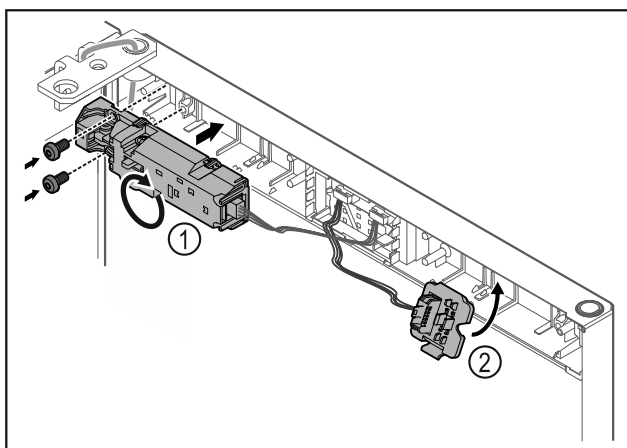

Fig. 21
- ▶ Afstandsslot Fig. 21 (1) met 180° draaien en aan tegenoverliggende zijde bevestigen.
- ▶ Stekkerhouder Fig. 21 (2) aan tegenoverliggende zijde vergrendelen.